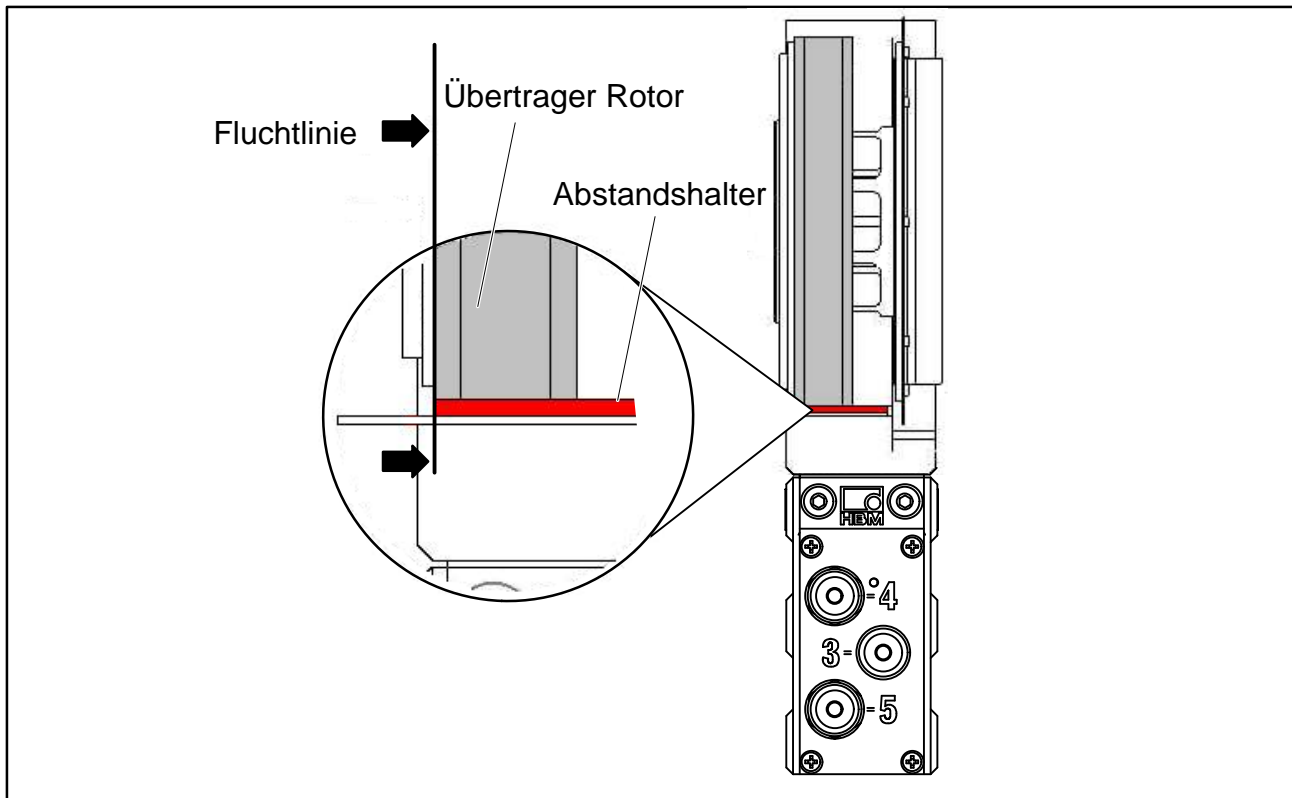

Abb.6.16: Axiale Ausrichtung zum Rotor
5. Richten Sie den Stator zum Rotor mit Hilfe der Abstandshalter axial aus. Der Rotor soll mit der Kante des roten Abstandshalters fluchten, siehe Abb.6.16.